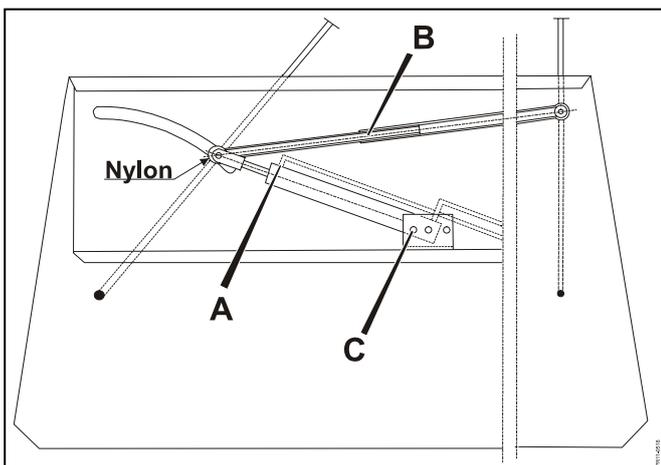

Fig. 3-34
**Fig. 3-34** Bei **A** gibt es eine Drosseltablette, um die Bewegungsgeschwindigkeit zu reduzieren. Bei Pos. **B** und **C** kann der Drehwinkel der Schwadblechen reguliert werden.